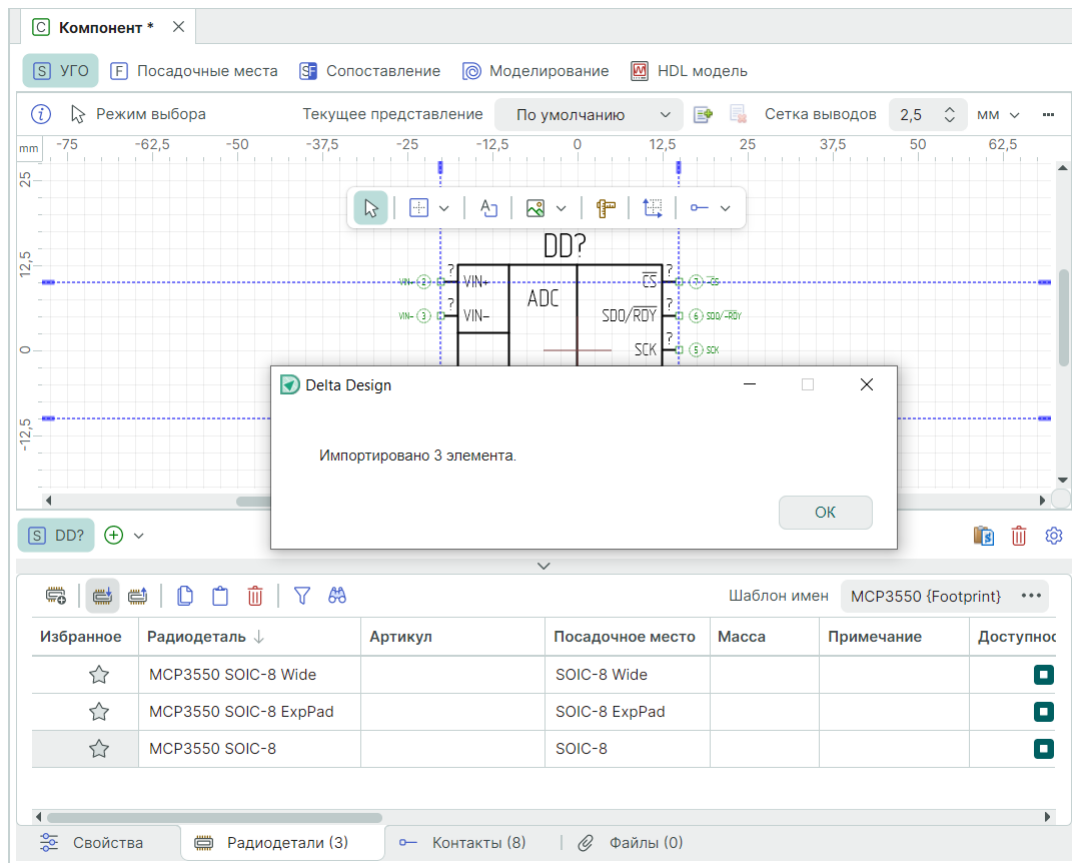

Рис. 324 Результат импорта данных радиодеталей
- В таблице вкладки «Радиодетали» редактора компонентов отображаются добавленные строки импортированных радиодеталей, см. Рис. 324.